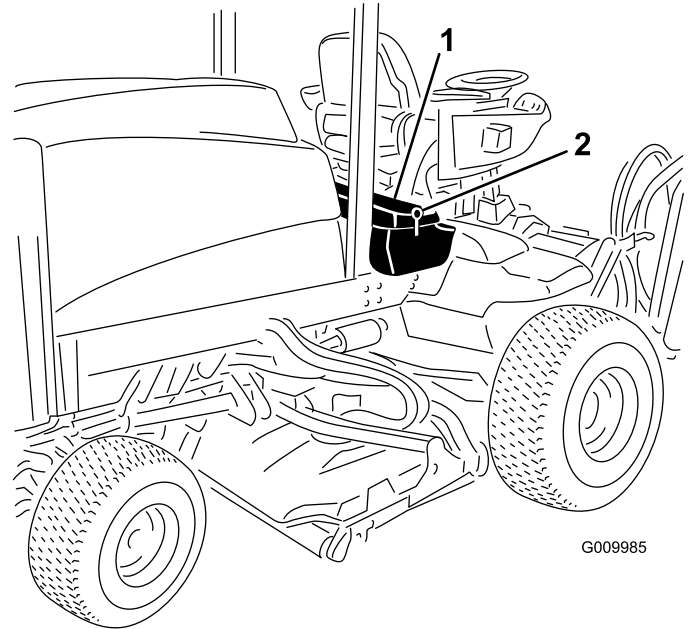

Bild 91
1. Entriegeln und heben Sie die Abdeckung der Bedienerkonsole hoch (Bild 91).